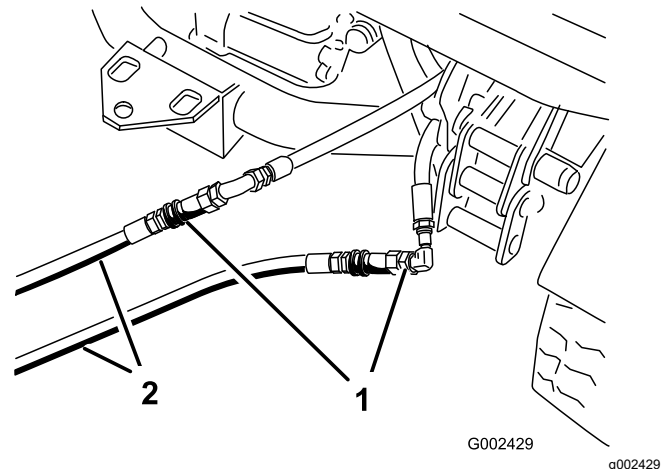

Figure 75
3. Sur la machine en panne, branchez les 2 flexibles de dépannage aux flexibles débranchés (Figure 75).